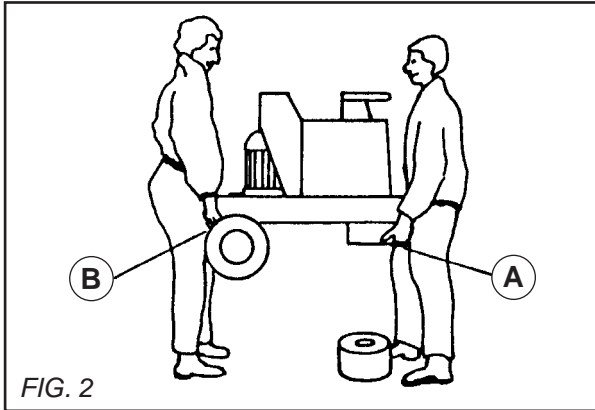

FIG. 2
- El emplazamiento de las manos está previsto sobre el cubo delantero (A) así como sobre la parte trasera de la máquina (B). Durante esta maniobra, el plato sigue en el suelo (VER FIG.2).